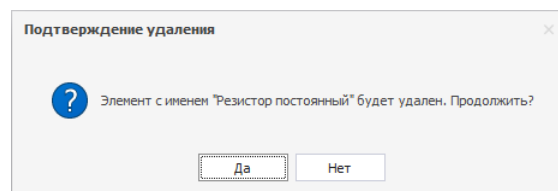

Рис. 51 Подтверждение удаления УГО
3. В окне «Подтверждение удаления» нажмите «Да» для подтверждения удаления УГО, либо «Нет» для отмены действия, Рис. 51.